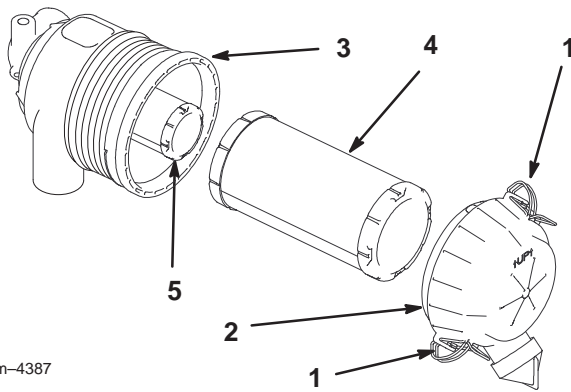

**Bild 56**
2. Drehen Sie die Flügelmutter von der Schraube im Luftfilterdeckel ab. Drehen Sie den Deckel, um den Filter zugänglich zu machen (Bild 56).